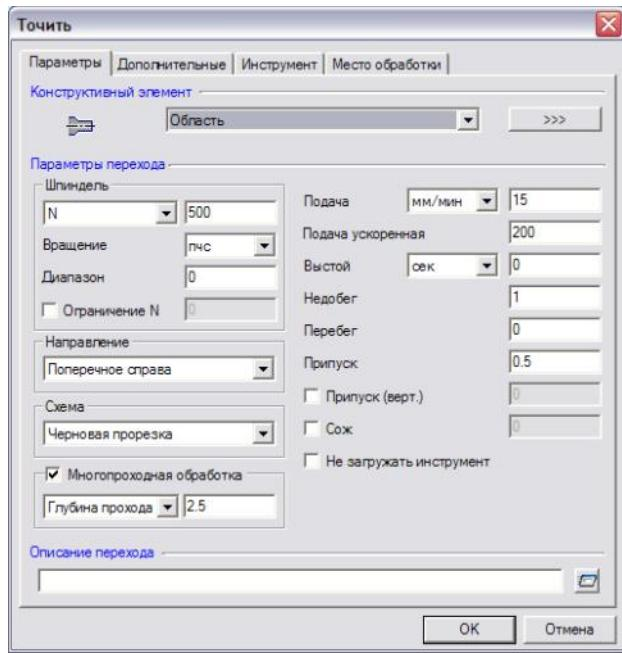

Рисунок 10. Задание параметров токарной обработки
2. Выберите "Шпиндель – Вращение – ПЧС" (рис. 10).